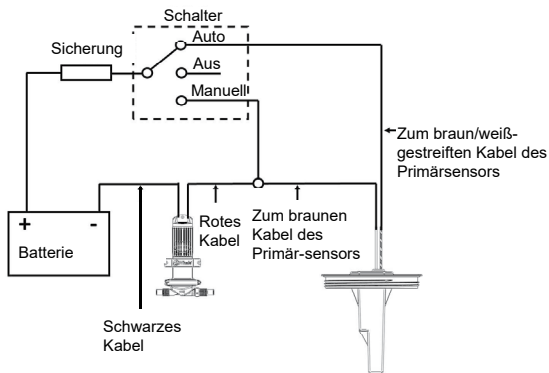
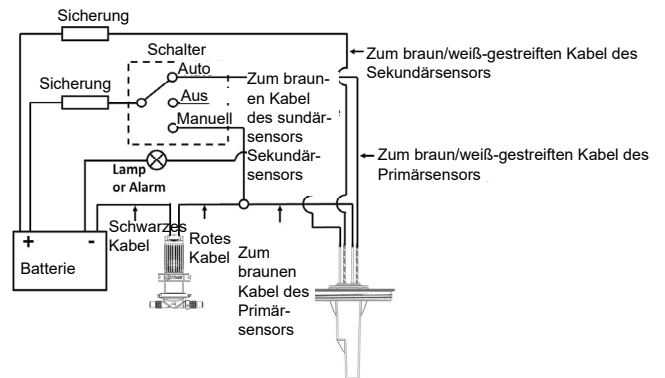

Abbildung 8A Anschlussschema - für Modelle mit einem Sensor
Abbildung 8B Anschlussschema - für Modelle mit zwei Sensoren
- **WARNUNG:** Die Installation **muss** von einem qualifizierten Elektriker ausgeführt werden. Bei unsachgemäßer Verkabelung kann ein Feuer mit Verletzungs- oder Todesfolge entstehen. Die Verkabelungsvorschläge (Abbildung 8A und Abbildung 8B) dienen lediglich als Leitfaden, und die Verkabelung **muss** den anwendbaren elektrischen Normen entsprechen. Es **müssen** ausreichend dimensionierte Sicherungen oder Trennschalter installiert werden.
Schritt 4: Verkabelung: Siehe Abbildung 8A oder Abbildung 8B.